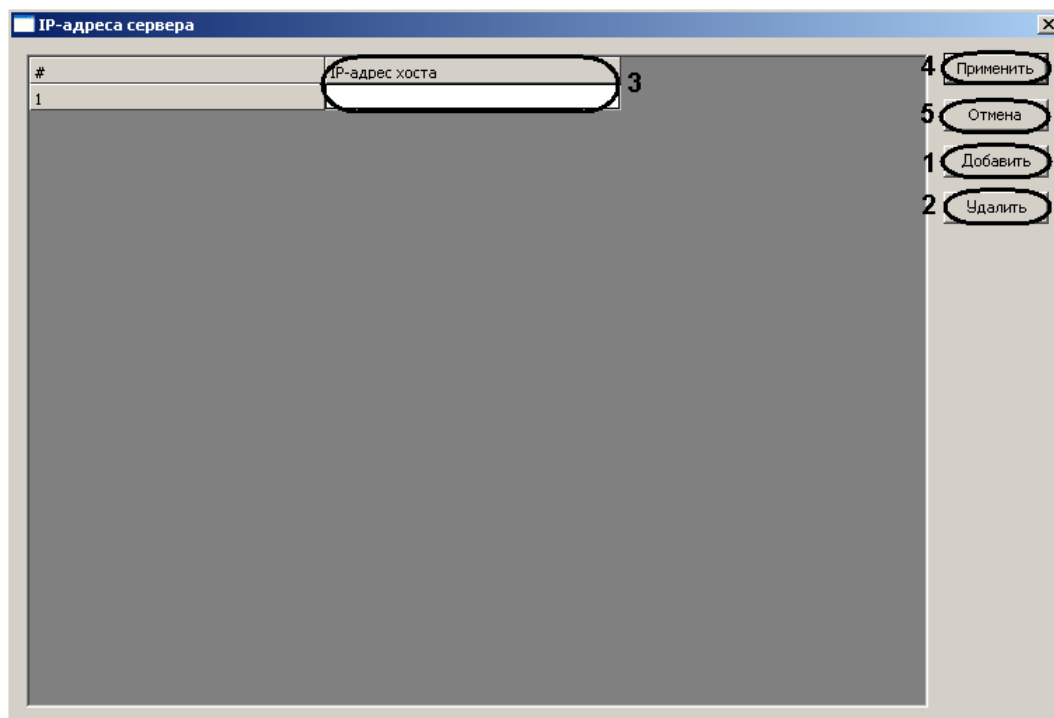

Рис. 3.6—4 Настройка серверов для отправки сообщений
11. Выбрать метод отправки сообщений из соответствующего раскрывающегося списка (см. Рис. 3.6—2, **11**).
12. Задать IP-адреса серверов для отправки сообщений. Для этого необходимо нажать кнопку **IP сервера** (см. Рис. 3.6—2, **12**).
Откроется окно **IP адреса сервера** (Рис. 3.6—4).
- 12.1 Нажать кнопку **Добавить** (см. Рис. 3.6—4, **1**) и ввести в столбце IP-адрес сервера в соответствующем столбце (см. Рис. 3.6—4, **3**).
*Примечание 2. Для удаления какого либо сервера необходимо выделить соответствующую строку в таблице и нажать кнопку **Удалить** (см. Рис. 3.6—4, **2**).*